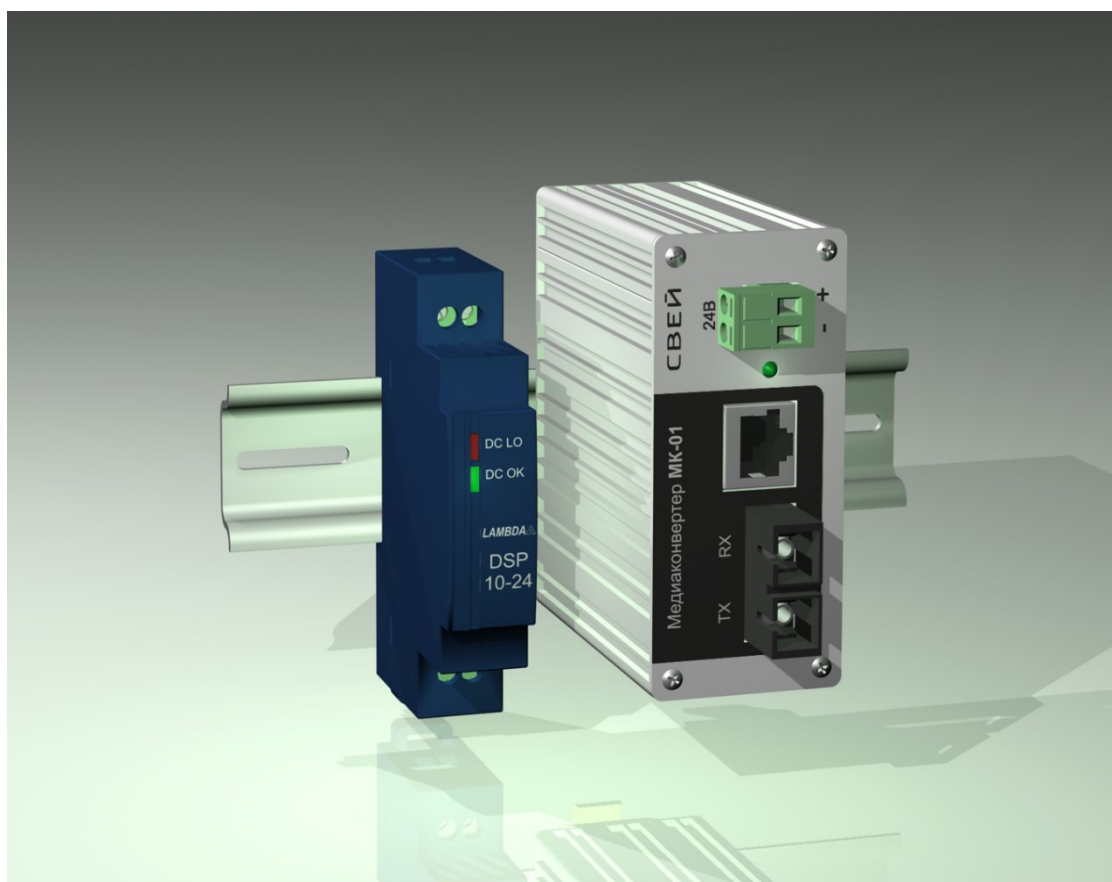

Рисунок 6
1.3.7.3 Питание медиаконвертера осуществляется от внешнего блока питания, устанавливаемого на DIN-рейку (см. рисунок 6). Напряжение блока питания — 24В, потребляемая мощность — не более 3 Вт. Габаритные размеры МК-01 приведены в Приложении А (рисунок А7).